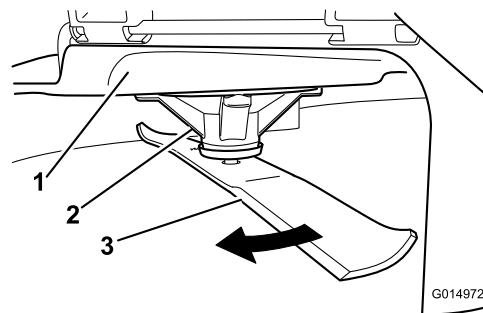

Bild 63
2. Tragen Sie dicke Handschuhe oder andere angemessene Handschuhe und drehen Sie das Messer langsam in eine Stellung, in der das Messen des Abstands zwischen der Schnittkante und der ebenen Fläche der Maschine möglich ist (Bild 63).